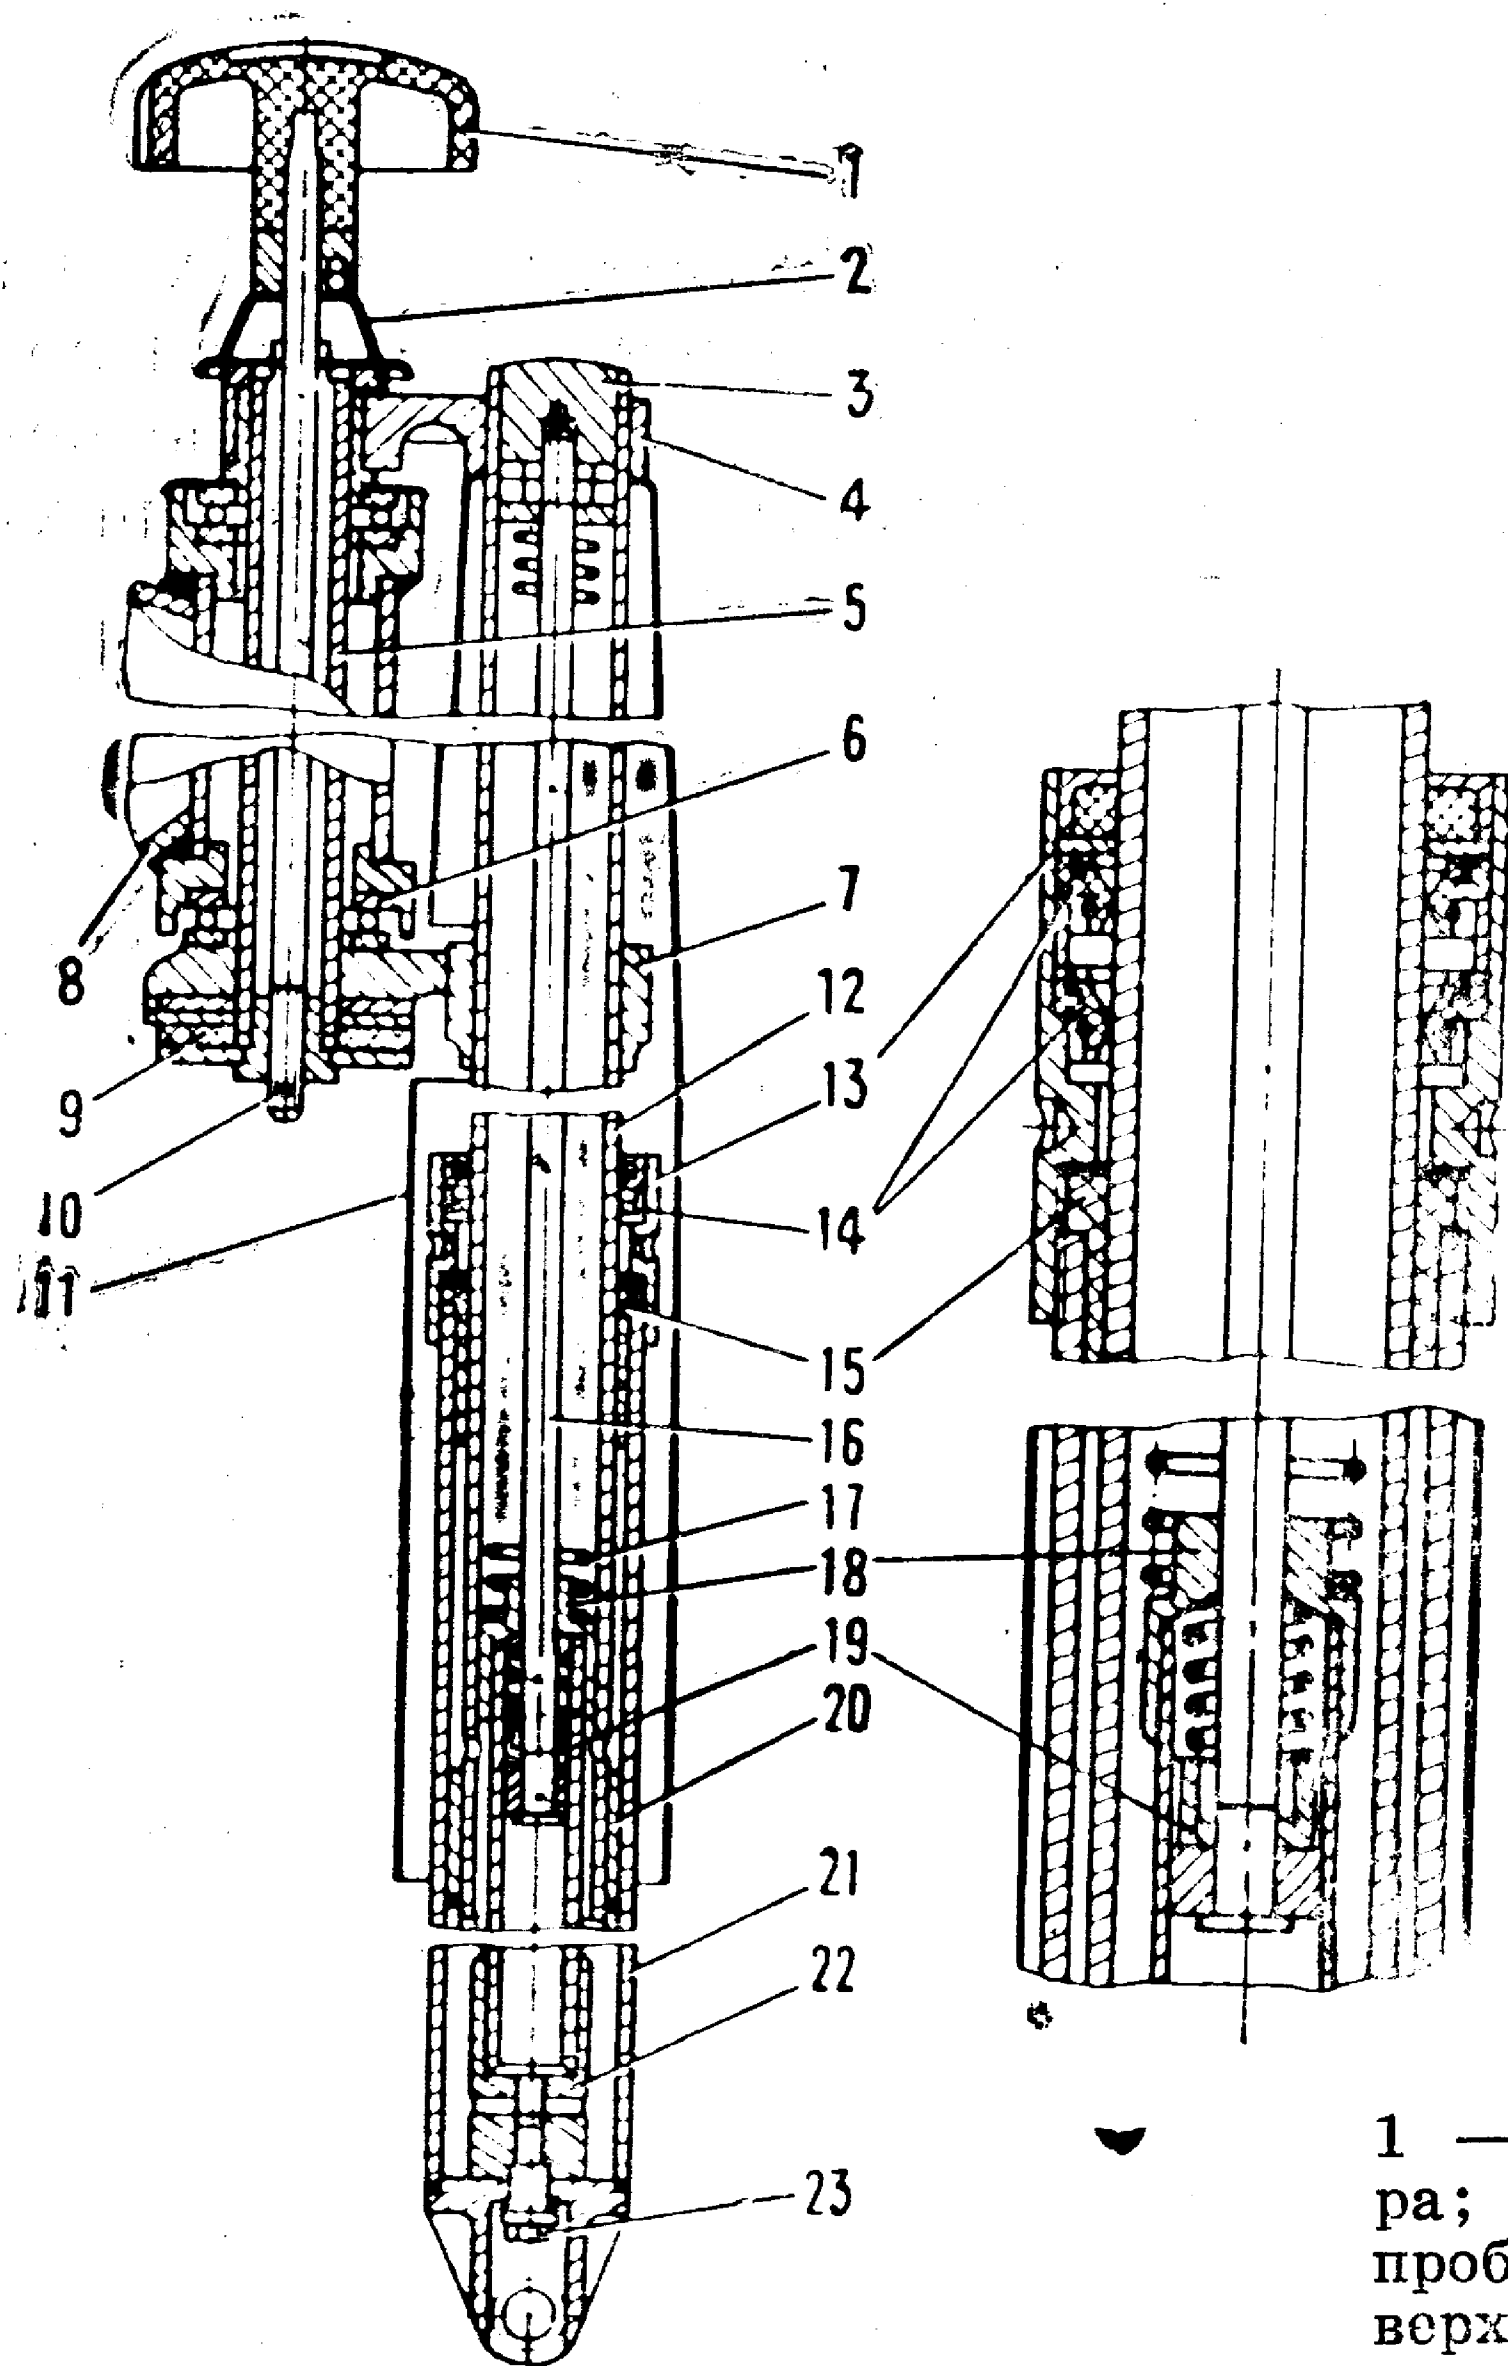

Рис. 19. Подвеска переднего колеса с двухкучечковым тормозом:
5.3.2. Подвеска переднего колеса с двухкулачковым тормозом (рис. 19)